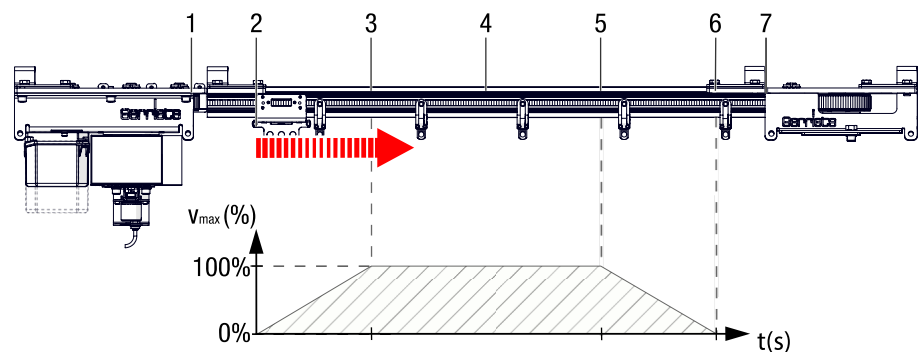

Abb. 22: Schienensystem BELT-TRACK – Endschalter
- Betriebsendpositionen: **2**/Abb. 22 (geschlossen) und **6**/Abb. 22 (offen)
- Not-Endpositionen: **1**/Abb. 22 (geschlossen) und **7**/Abb. 22 (offen)
Bei Antrieben mit höherer Geschwindigkeit, wie dem BT-L, kann ein Getriebe-Endschalter mit 6 Kontakten eingesetzt werden. Dieser ermöglicht zusätzlich die Einstellung von Vor-Endpositionen (**3**/Abb. 22 – geschlossen bzw. **5**/Abb. 22 – offen).
Diese Vor-Endpositionen erlauben eine Rampenfahrt, bei der die Geschwindigkeit vor Erreichen der Betriebsendposition reduziert wird (siehe Diagramm Abb. 22 unten). So kann der Antrieb sanfter und materialschonender stoppen – individuell anpassbar je nach Anforderung.
Darüber hinaus können Zwischenpositionen mit einer digitalen Ansteuerung durch Gebereinheiten geschaltet werden (**4**/Abb. 22).